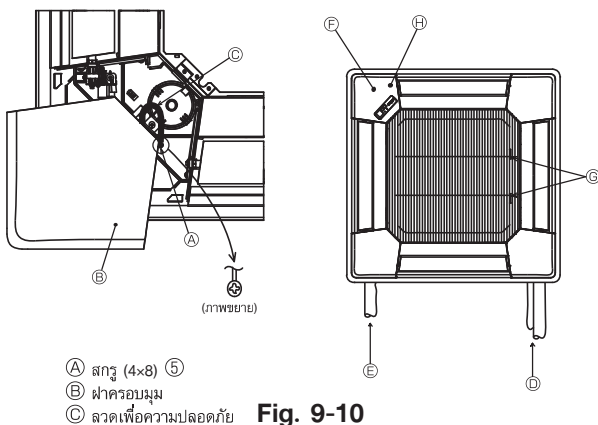

Fig. 9-10
9.6. การติดตั้งตะแกรงช่องดูดลมเข้า (Fig. 9-10)